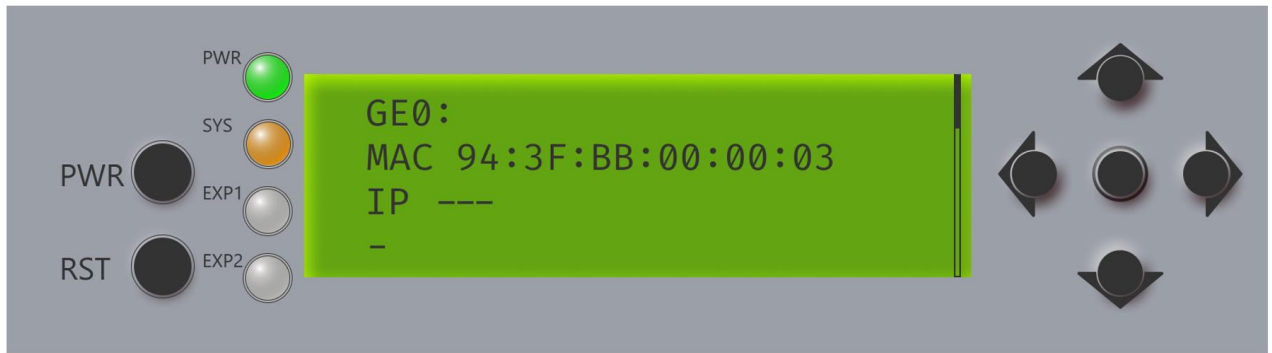

Рисунок 1.16 – Пример идентификации сетевого интерфейса при выключенной аппаратной платформе
- IP-адреса сетевых интерфейсов, вместо IP-адреса будет прочерк (Рисунок 1.16);